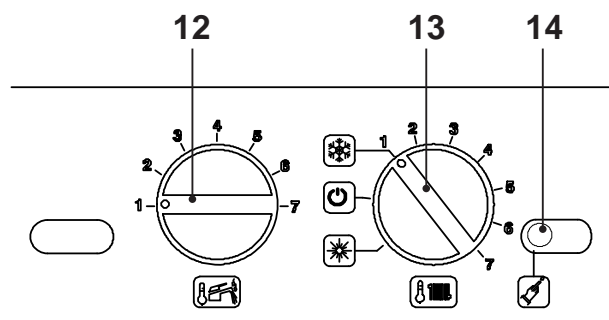
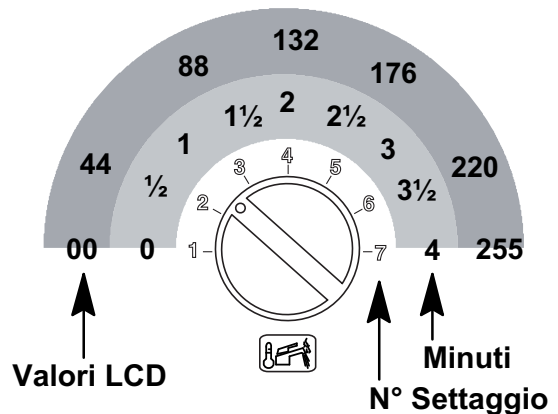

Fig. 5.66
Fig. 5.70
- Prima di alimentare elettricamente la caldaia posizionare le manopole 12 e 13 come indicato in Fig. 5.66.
- Per settare il tempo di postcircolazione della pompa bisogna entrare nella programmazione premendo per 15 secondi il pulsante di ripristino 14, in Fig. 5.66 fino alla comparsa del parametro **P01** sul display LCD; sul display LCD compare la seguente visualizzazione (la sequenza **P01** si alterna ---).
Premere il pulsante di ripristino 14 in Fig. 5.66 per lo scorrimento dei vari parametri sino al raggiungimento del parametro **P11** valido per il settaggio postcircolazione della pompa; sul display LCD compare la seguente visualizzazione (la sequenza **P11** si alterna 44).
Per cambiare il settaggio ruotare la manopola di regolazione temperatura sanitari 12 in Fig. 5.66 e posizionarla sul tempo prescelto Fig. 5.70.
Il passo del settaggio della manopola 12 Fig. 5.70 corrisponde a un valore letto sul display LCD di circa **44** (40 secondi) e questo valore può essere variato fino a circa **255** (4 minuti); nell'LCD la sequenza **P11** si alterna con **60**.